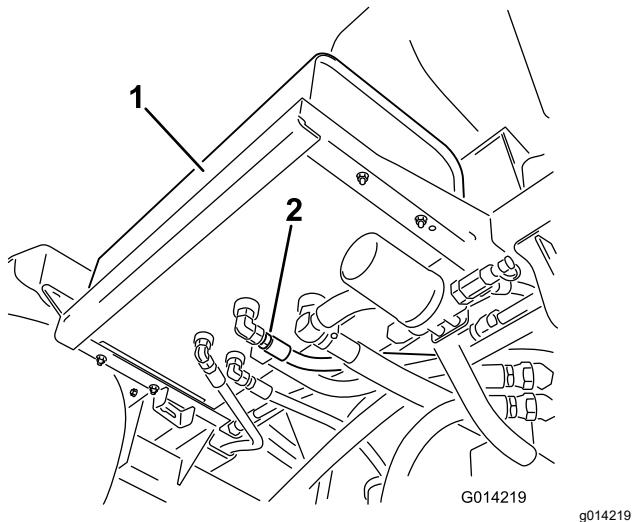

Рисунок 101
- Очистите зону вокруг штуцера гидравлического шланга в нижней части гидравлического бака (Рисунок 101).
- Снимите штуцер шланга с бака и дайте рабочей жидкости стечь в поддон (Рисунок 101).